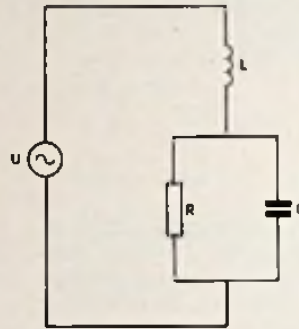
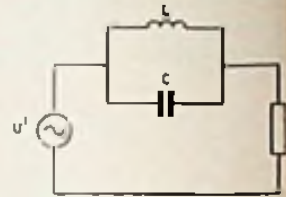

Fig. 8.
Fig. 9.
● In fig. 8 is
- Fig. 9 toont het vervangschema volgens Thévenin. De spanningsbron U' heeft een EMK die gelijk is aan de spanning op de aansluitpunten van R als deze weerstand uit de schakeling van fig. 8 is verwijderd. Aldus:
De impedantie in serie met U' is gelijk aan de impedantie die men aan de klemmen van R kan meten als uit de schakeling van fig. 8 R is verwijderd en de spanningsbron U is vervangen door een kortsluiting. Dit blijkt de parallelschakeling van L en C te zijn. Deze impedantie is dus: